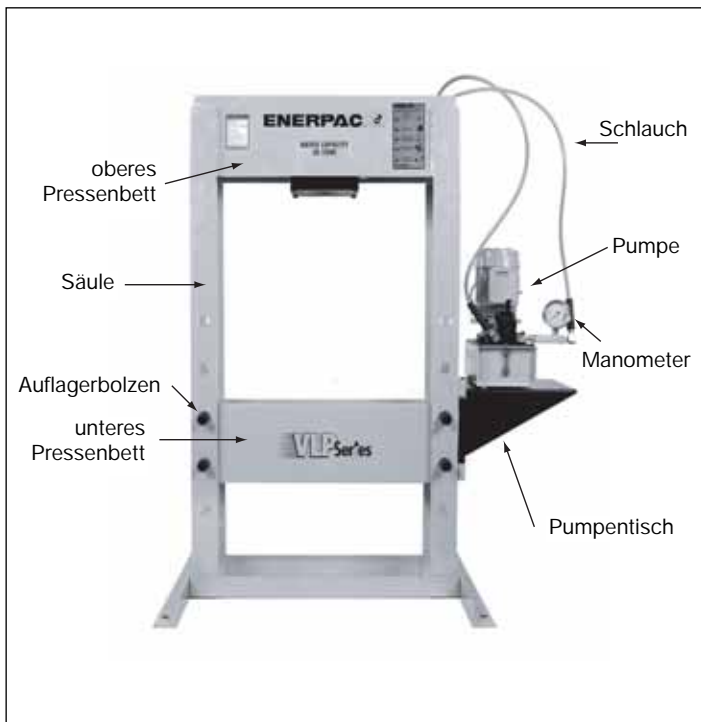

Abbildung 1: VLP Presse
3.0 INSTALLATION (Siehe Abbildung 1)
Siehe Abbildung 1